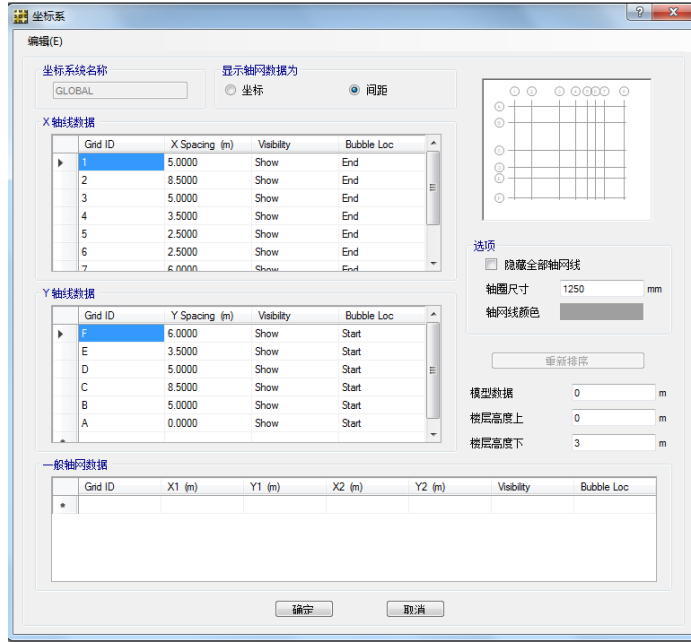

图 6 坐标系对话框
- F. 在定义坐标系对话框中点击**编辑轴网**按钮，打开如图 6 所示的对话框。坐标系对话框用于编辑轴网定义，设置建模的基准面，也用于设置轴线的显示选项。